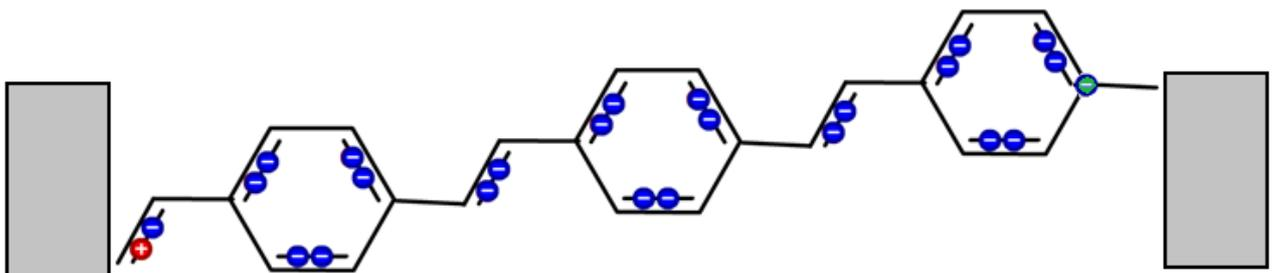

Abb. 4: Device-Struktur der OLED mit Fokus auf die Polymerschicht. Die Elektroden sind vereinfacht als Rechteckflächen dargestellt.
- Abb. 4 zeigt die Situation im PPV-Molekül kurz nach der Injektion beider Ladungsträger. Kennzeichnen Sie im Bild die Anode und Kathode korrekt und ergänzen Sie die Pfade der Ladungsträger mithilfe von Pfeilen.